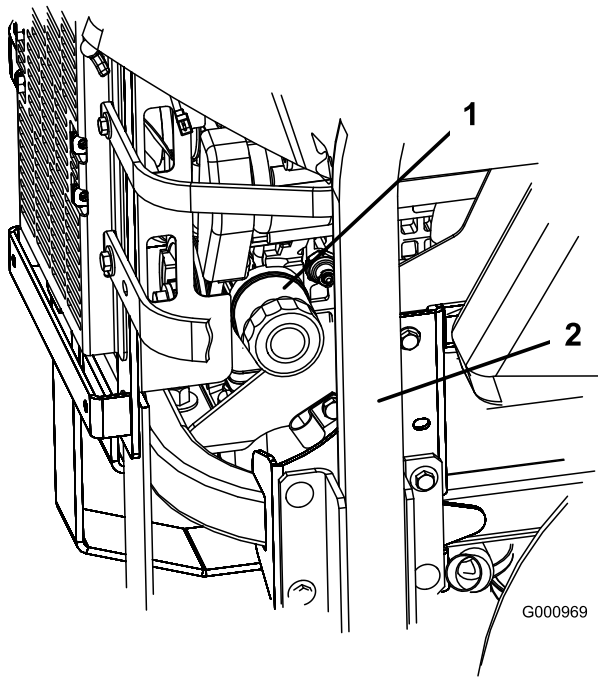
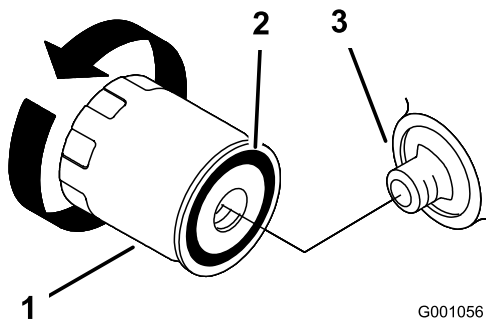

Figura 46
Figura 47
3. Gire el filtro en el sentido contrario a las agujas del reloj para retirarlo (Figura 46 y Figura 47).